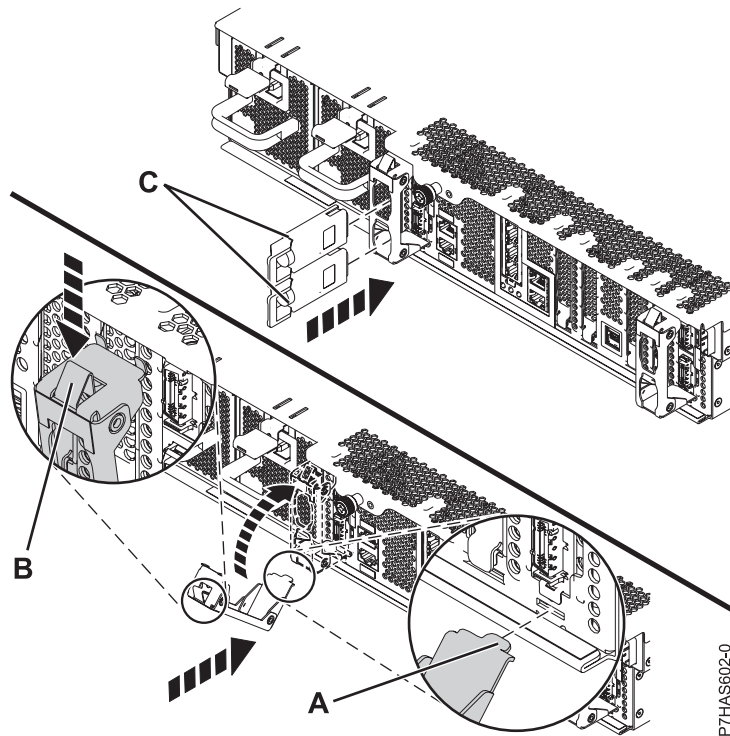

Abbildung 3. Installation der Kabelhalterung
17. Drehen Sie die Kabelhalterung (A) (siehe Abb. 3), um die untere Haltezunge der Halterung in den Schlitz in der Baugruppe einzuhaken.